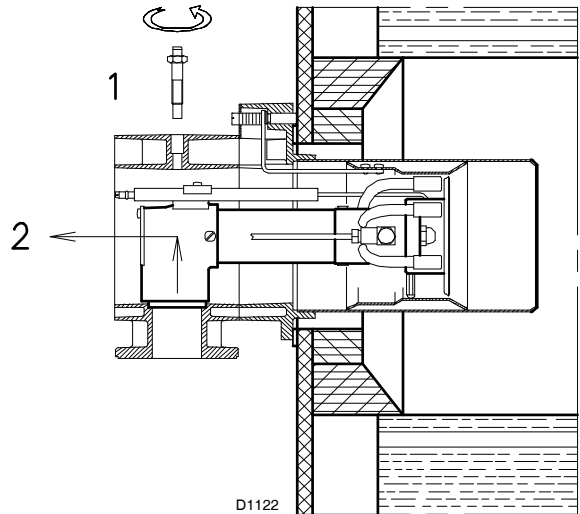

Fig. 12
- retire el tornillo 1)(Fig. 12) y extraiga el montaje de la boquilla 2);